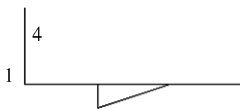

图 5-32 绘制直线 4
(2) 单击“默认”选项卡“绘图”面板中的“直线”按钮，开启对象捕捉和正交功能，捕捉直线 1 的左端点，以其为起点，向上绘制长度为 12 mm 的直线 4，如图 5-32 所示。
(3) 单击“默认”选项卡“修改”面板中的“移动”按钮，将直线 4 向右平移 3.5 mm，命令行提示与操作如下：